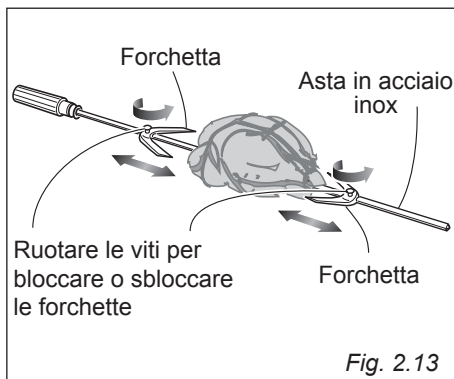

Fig. 2.13
2. Bloccare la carne da cuocere (fig. 2.13).